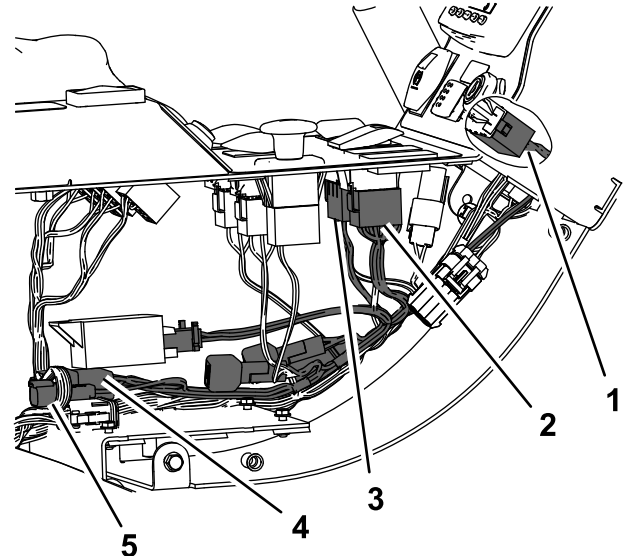

Bild 5
5. Schließen Sie den neuen Kabelbaum am Warnblinkanlagenschalter, dem Blinkerschalter und dem Hilfsbremsenschalter an (Bild 5).
6. Schließen Sie den Kabelbaum am Hauptkabelbaum der Maschine innen am Bedienfeld an (Bild 5).